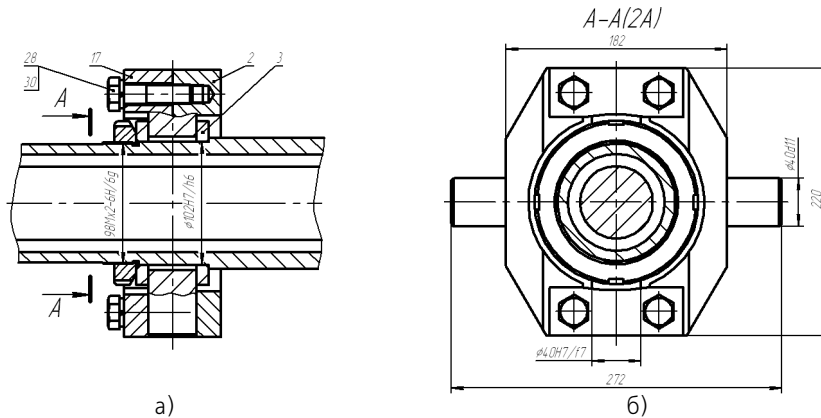

Рис. 63.2. Разрез: а) линия разреза, б) изображение и обозначение разреза
В качестве примера рассмотрим использование ссылок в обозначении разреза (рис. 63.2).
- ▼ Текст *A-A* в обозначении разреза (рис. 63.2, б) — ссылка, источником которой является линия разреза, находящаяся в этом же чертеже и обозначенная буквой *A* (рис. 63.2, а). Ссылка содержит текст источника.